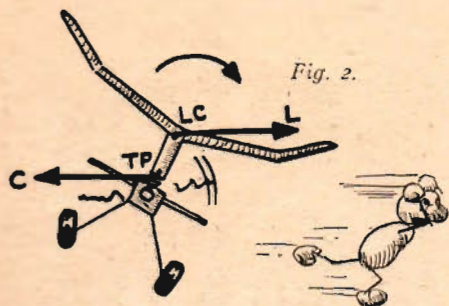

Fig. 2.
långt under lateralcentrum (se fig 2) eller för den mindre teoretiskt bevandrade den punkt där planets motstånd mot kaning i sidled kan tänkas verka. Dessutom har hänggungan en enormt hög U-form på vingen. Detta verkar vid tvärsväng sålunda: då planet svänger åt endera hållet uppstår en centrifugalkraft, som drar planet utåt i kurvan. Centrifugalkraften (C) verkar i tyngdpunkten (TP), och planets sidoprojektion eller lateralplan bromsar emot med en lika stor kraft (L), verkande i lateralcentrum (LC). Då nu lateralcentrum ligger så högt över TP, uppstår ett kraftigt, omkullvråkande moment. Planet skevar starkt inåt kurvan. Bidragande härtill är den höga U-formen på vingen, som i stället för att öka tvärsvängens stabilitet nu minskar den. Då centrifugalkraften drar planet utåt i kurvan, träffas nämligen vingen ofta av en luftström utifrån i stället för inifrån, vilken förra vräker ikull planet ännu mer genom att lyftkraften på yttervingen ökar.